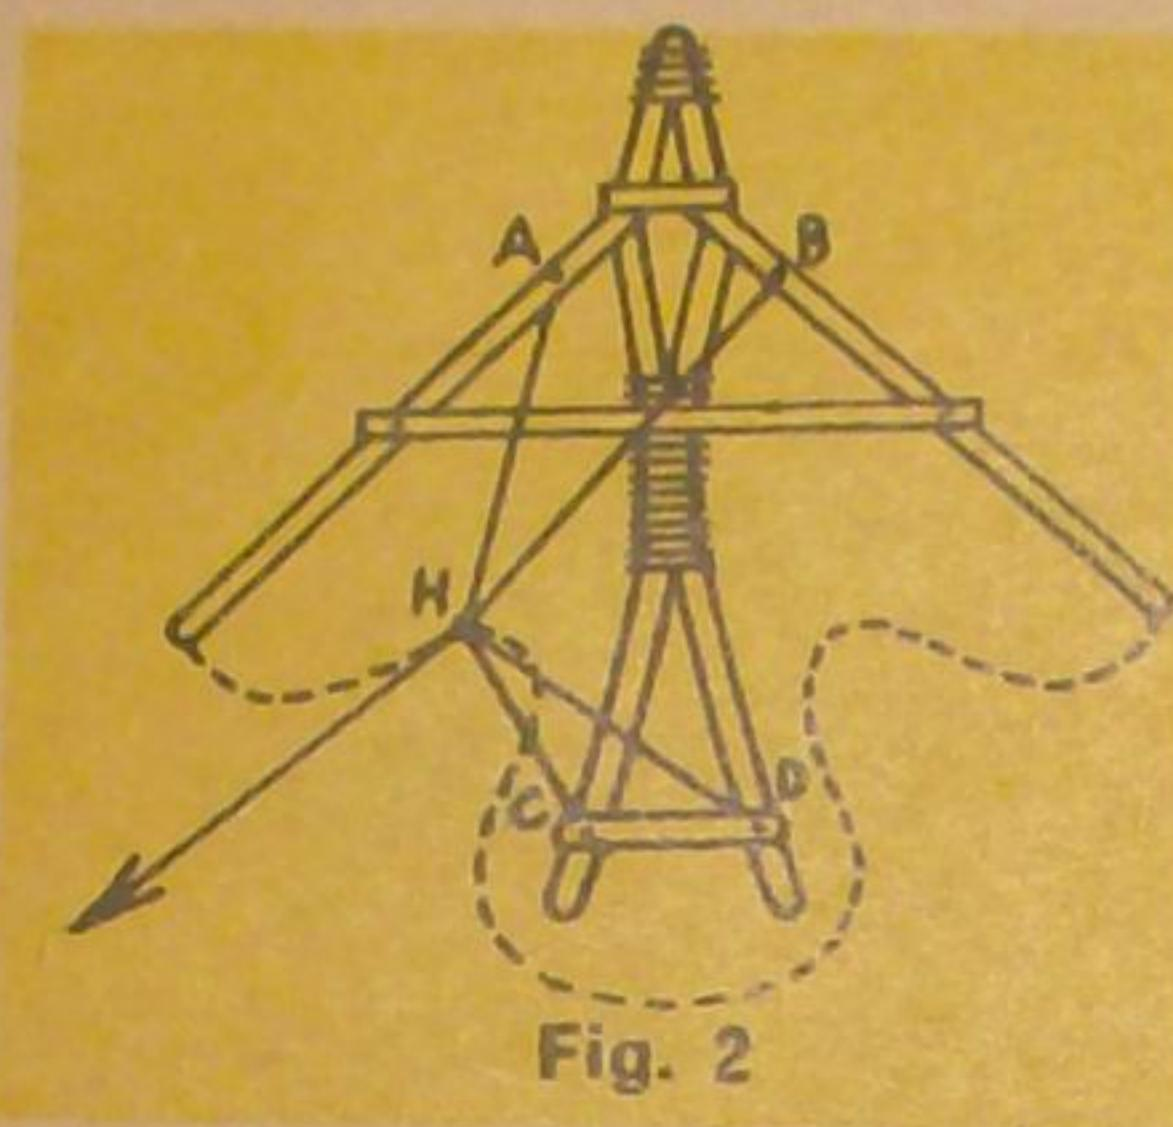

Fig. 2
**Zmeul pasare** (fig. 2) se construiește din cinci șipci avînd lungimea de 155 cm fiecare, iar secțiunea de 5x12 mm. Din 2 stinghii se constru-